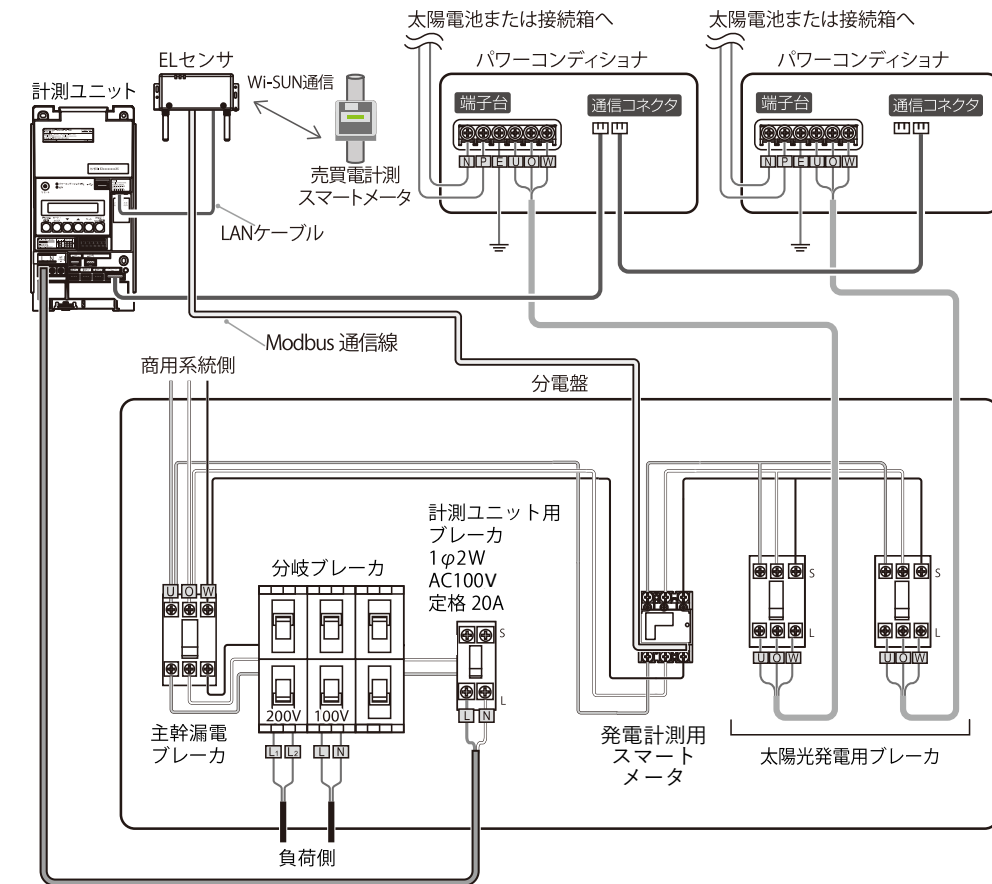

図16 システム構成図
1	以下を確認する。 ① 「エコめがね取り付け確認」を参考に、設置・配線が正しく行われていることを確認する。(図16、17) ② 発電計測用スマートメータ(子メータ)の設定が正しく行われていることを確認する。(手順6-(2))